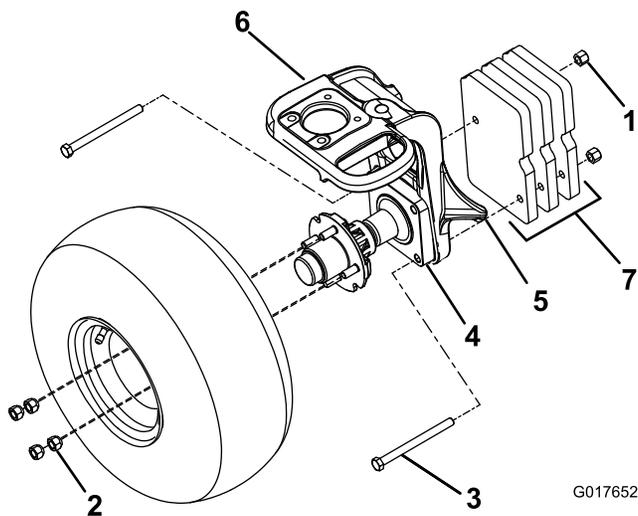

Figura 1
3. Sollevare la macchina con un cavalletto metallico nel punto di sollevamento (Figura 1).
7. Montate le 3 zavorre del kit sul lato destro della forcella con 2 bulloni a testa esagonale (1/2 x 5-1/2 poll.) e 2 dadi di bloccaggio del kit (Figura 1).
4. Rimuovete i 4 dadi a staffa sulle ruote a coppie posizionate diagonalmente tra loro (Figura 1).
6. Rimuovete i 2 bulloni di fissaggio che fissano l'alberino alla forcella (Figura 1).